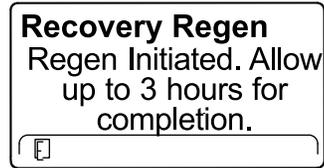

Figura 84
6. L'InfoCenter visualizza il messaggio relativo al tempo di completamento (Figura 84).